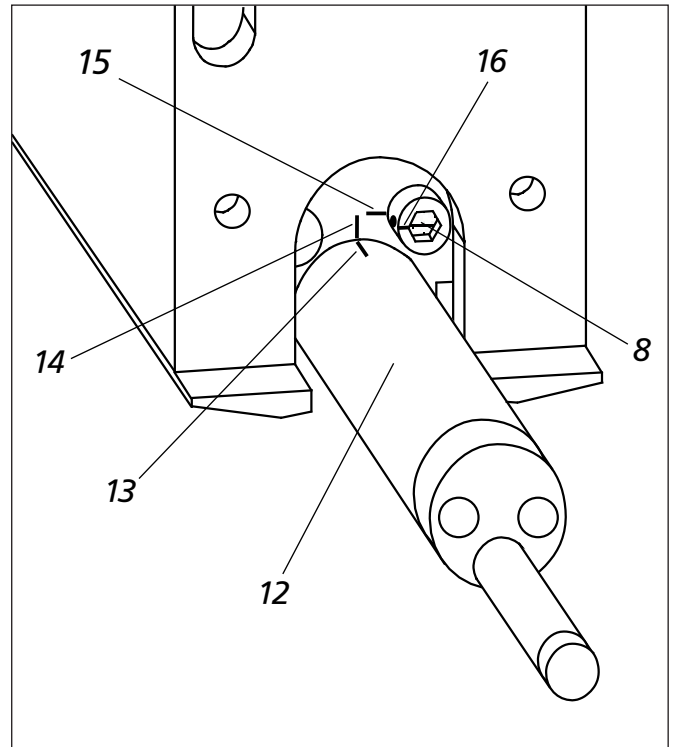

Fig. 3
2. Afloje la fijación del palpador (véase fig. 3): Utilice la llave Allen (entrecaras 2,5) para girar el tornillo (8) que se encuentra en la parte superior derecha encima del soporte del palpador 180° hacia la derecha, hasta que la raya (16) grabada en el tornillo quede apartada de la raya horizontal (15).
3. Saque el palpador (12) de su soporte sin girarlo.
5. Alinee el palpador (solo en MarSurf MFW 250 y MFW 250 B): Gire el palpador (12) ligeramente hasta que la raya (13) grabada en la carcasa del palpador apunte a la raya perpendicular (14) de la unidad de avance (rango de ajuste $\pm 2^\circ$).
6. Vuelva a apretar la sujeción del palpador: Gire el tornillo (8) hasta que la raya (16) grabada en el tornillo apunte hacia la izquierda a la raya horizontal (15).